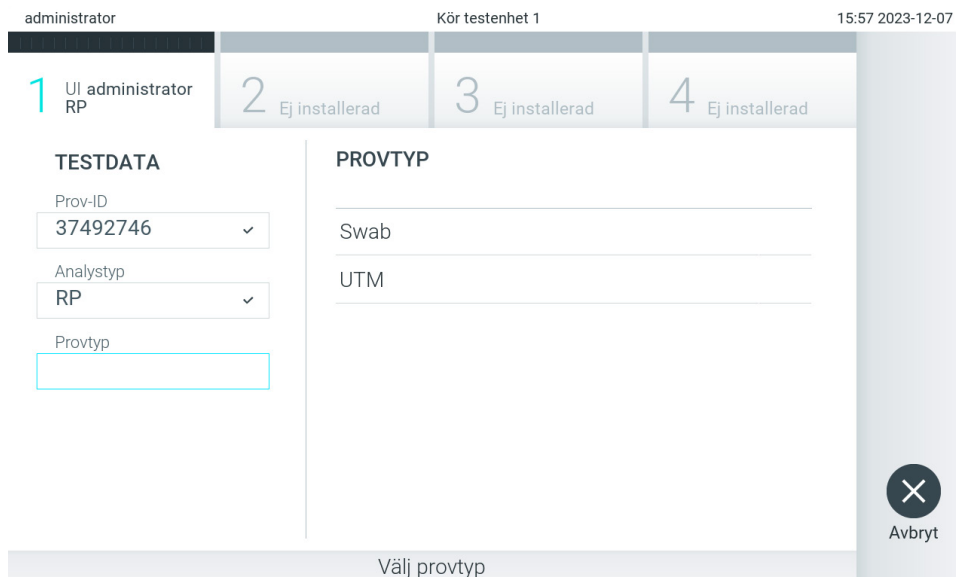

Bild 88. Välja provtyp.
5. Fältet Assay Type (Analystyp) kommer att anges automatiskt och, vid behov, måste en lämplig Sample Type (Provtyp) väljas manuellt från listan (bild 88).
3. Skanna provets ID-streckkod med hjälp av streckkodsläsaren som är integrerad i driftsenheten när du uppmanas till det (bild 88)